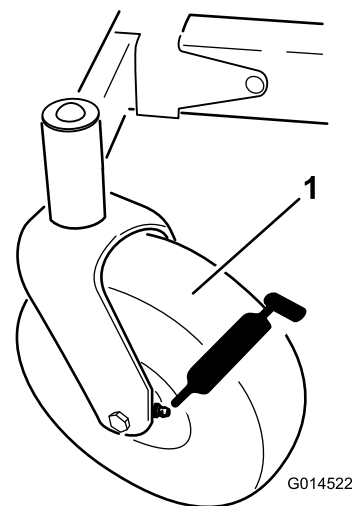
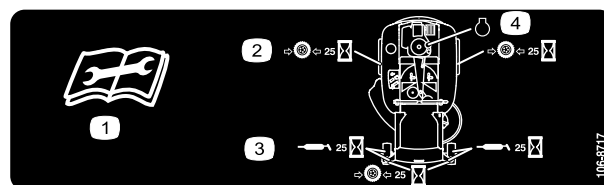

Figure 24
Figure 25
3. Nettoyez les graisseurs (Figure 24 et Figure 25) à l'aide d'un chiffon. Grattez la peinture qui pourrait se trouver sur les graisseurs.
4. Raccordez une pompe à graisse à chaque graisseur (Figure 24 et Figure 25). Injectez de la graisse dans